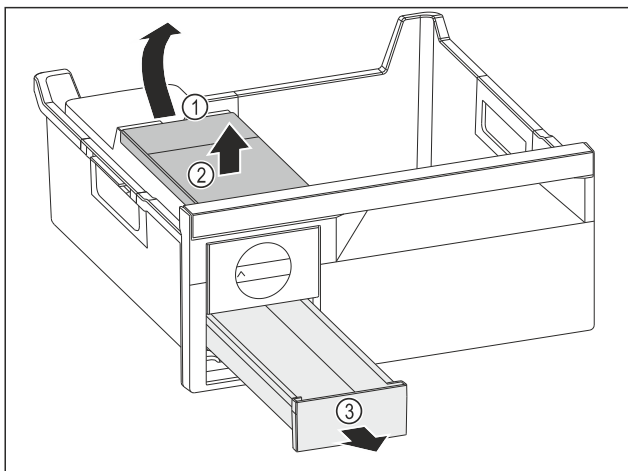

Fig. 130
- ▶ Sacar el depósito de agua: Subir el depósito de agua por la entalladura Fig. 130 (1).
- ▶ Extraer el depósito de agua Fig. 130 (2) por arriba.
- ▶ Extraer el cajón para cubitos de hielo Fig. 130 (3) por delante.